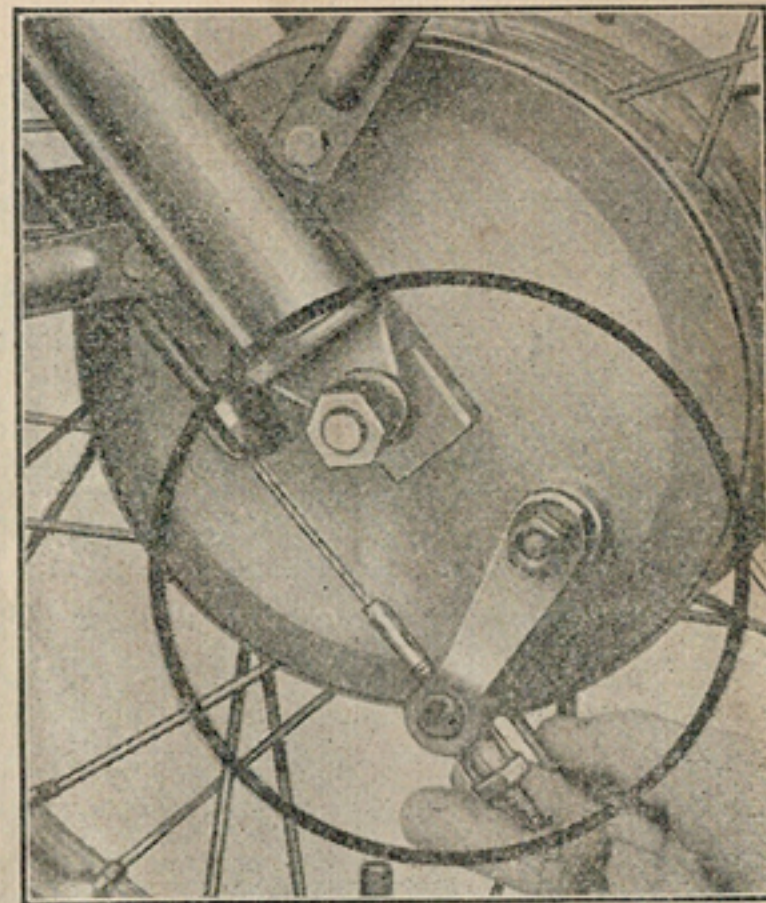

Рис. 19. Регулировка переднего тормоза
3. РЕГУЛИРОВКА ТОРМОЗОВ (рис. 19, 20)
Передний тормоз регулируется гайкой (рис. 19) — грубая наладка, более точная наладка производится регулировочным винтом на правой стороне руля.